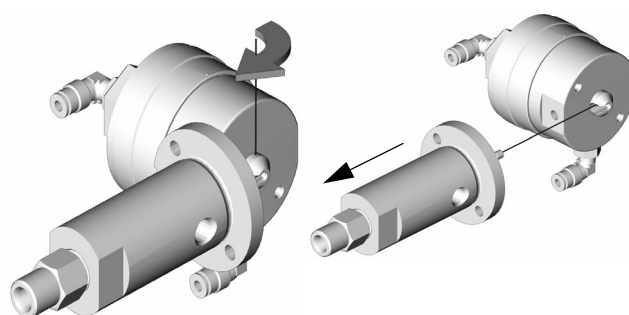

FIG. 3
5. Separare le sezioni aria e fluido. Vedere FIG. 3.
2. Inserire i distanziali (23) e le viti (24), quindi serrare. Vedere FIG. 3.
3. Avvitare il tappo della valvola (10) sull'alloggiamento (7) fino a che non si avverte un'ulteriore resistenza e il tappo risulta avvitato all'alloggiamento.
4. Svitare il tappo della valvola (10) di un giro completo per l'impostazione di fabbrica dell'ago oppure svitarlo in base all'impostazione precedente alla riparazione.